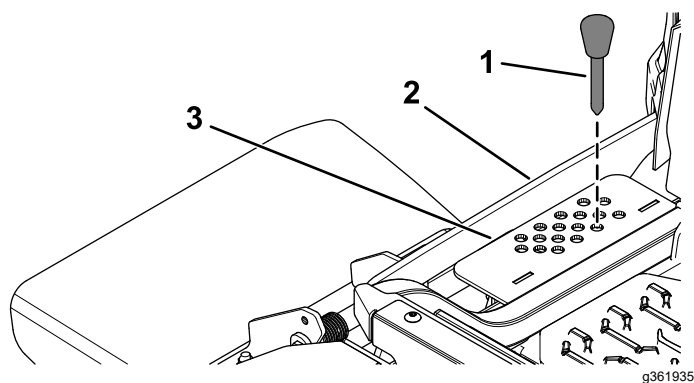

Figura 31
2. Nella staffa dell'altezza di taglio scegliete un foro corrispondente all'altezza richiesta, ed inserite la spina (Figura 31).
3. Premete in giù l'interruttore di sollevamento del piatto sinché il tirante dell'altezza di taglio non entra in contatto leggermente con il perno dell'altezza di taglio (Figura 31).